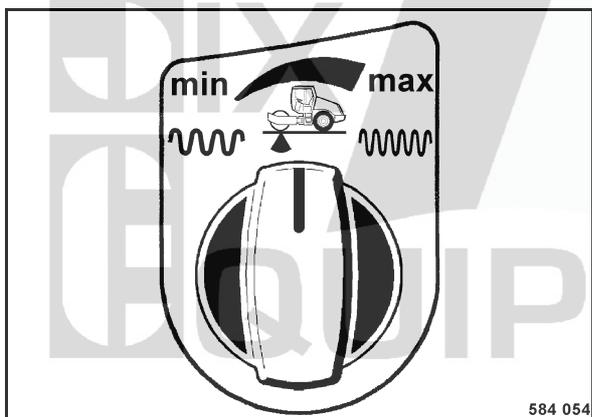

fig. 54
- Appuyer sur la touche (fig. 54) pour régler la fréquence désirée.